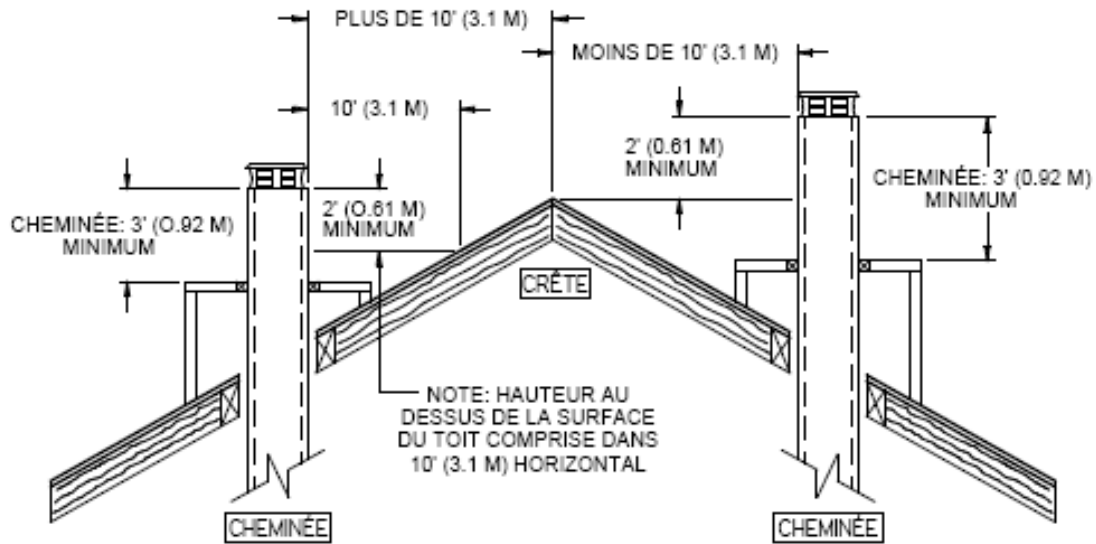

Figure 7c
12. Lorsque vous construisez un habillage de cheminée sur le toit, la cheminée doit dépasser d'au moins 3 pieds (92 cm) au-dessus de l'habillage de cheminée et d'au moins 2 pieds (61 cm) tout mur, toit ou édifice situé à moins de 10 pieds (3,1 m). Consultez les Figure 7c et 7d pour déterminer la configuration qui s'applique à votre toit (toit en pente ou plat et distance entre la cheminée et le point le plus élevé du toit et/ou la cheminée la plus proche.)